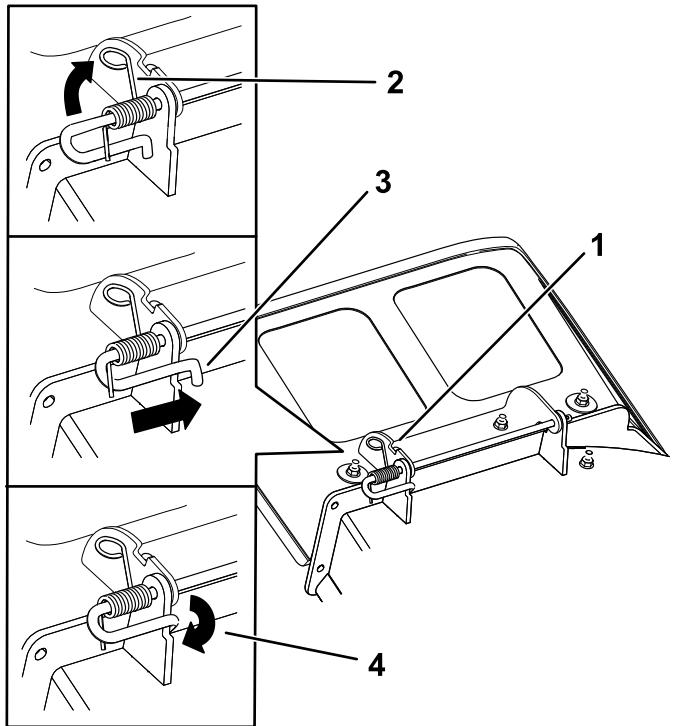

Figure 78
- Montez le nouveau déflecteur d'éjection en plaçant les extrémités du support entre les supports soudés du tablier, comme montré à la Figure 78.
- Installez le ressort sur la tige, comme montré à la Figure 78, de sorte que l'extrémité la plus courte du ressort ressorte de sous la tige avant le coude et passe par-dessus la tige à son retour.
- Soulevez le côté boucle du ressort et placez-le dans le cran du support de déflecteur (Figure 78).
- Fixez l'ensemble tige et ressort en le tournant de sorte que l'extrémité courte de la tige soit derrière le support avant soudé au tablier de coupe (Figure 78).